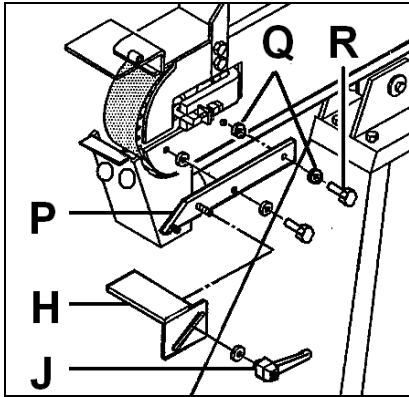

Fig 7
Montieren Sie den Auflagenträger (P, Fig 7) mit 2 Schrauben (R) und 4 Scheiben (Q).